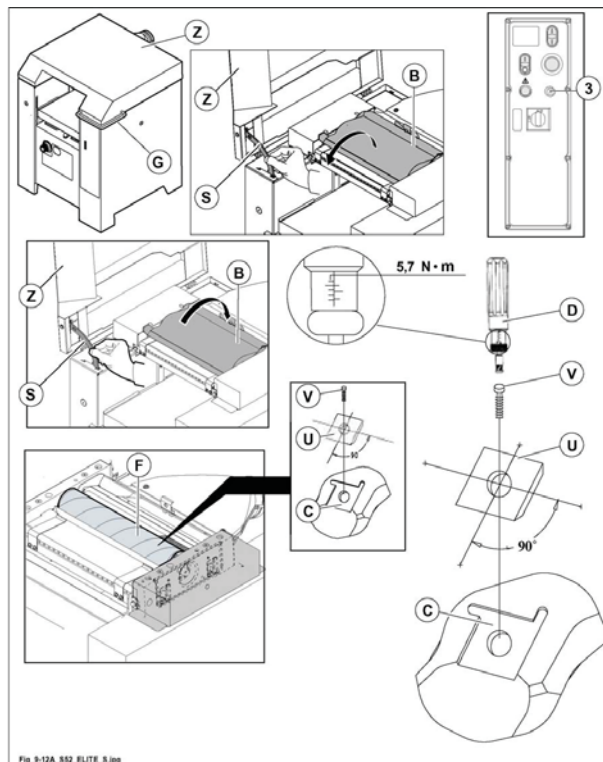

Fig. 9.12A
- Sbloccare il freno motore ruotando il selettore (3 fig. 9.12A) su freno motore sbloccato lampada spia accesa.
- Sollevare dalla maniglia (G fig. 9.12A) il coperchio superiore (Z fig. 9.12A);
accertarsi che il dispositivo di blocco cofano (S fig. 9.12A) aperto sia correttamente inserito.
- Ribaltare la cuffia convogliatruccoli (B fig. 9.12A).
- Ruotare l'albero pialla (F fig. 9.12A) fino a portare la placchetta da sostituire in una posizione facilmente raggiungibile.
- Svitare la vite di fissaggio (V fig. 9.12A) ed estrarre la placchetta utensile (U fig. 9.12A). Pulire la superficie di appoggio (C fig. 9.12A) per evitare che un accumulo di polvere faccia spessore. Reinserrire la placchetta usata dopo averla ruotata di 90 gradi rispetto alla posizione iniziale o inserire una nuova.
- Inserire la vite di fissaggio (V fig. 9.12A) ed utilizzare una chiave dinamometrica (D fig. 9.12A) per serrarla.
- Ad operazione ultimata chiudere il convogliatore (B fig. 9.12A), disinnestare il bloccaggio (S fig. 9.12A) e chiudere il cofano (Z fig. 9.12A).
- Bloccare il freno motore ruotando il selettore (3 fig. 9.12A) su freno motore bloccato lampada spia spenta.